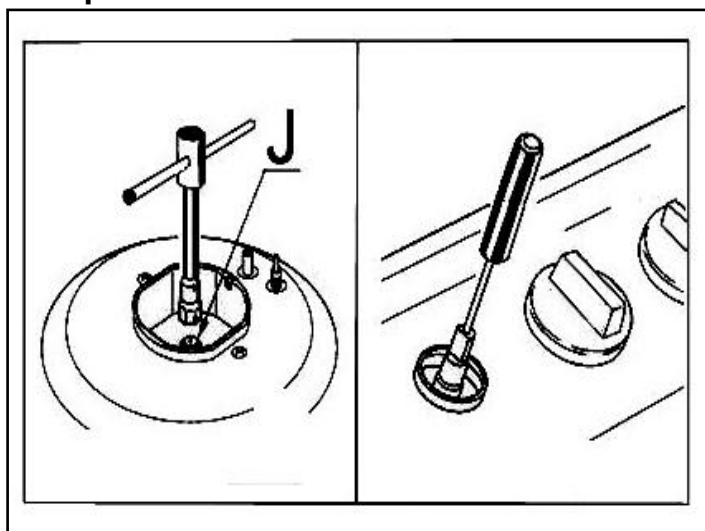

Рис. 9
- Выверните жиклеры «**J**» (см. рис. 9) торцевым ключом на 7 мм и замените их подходящими (см. таблицу «Диаметры жиклеров, мм»). Жиклеры маркируются указанием диаметра отверстия в миллиметрах в верхней части жиклера;
- Вставьте маленькую отвертку с плоским жалом в стержень вентиля (см. рис. 9). В вентилях, оборудованных